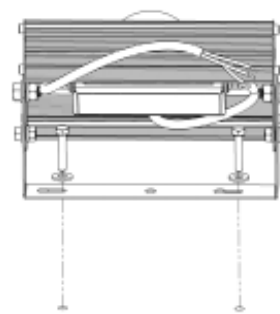
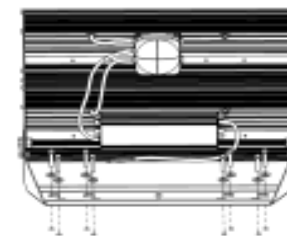

Рис.1
Рис. 2
- 6.4 Произвести монтаж светильника, как показано на Рис. 1 и Рис. 2. Приложить светильник кронштейном к монтажной поверхности. Произвести крепление кронштейна к монтажной поверхности, сориентировать светильник в требуемом направлении. Затянуть фиксирующие болты.